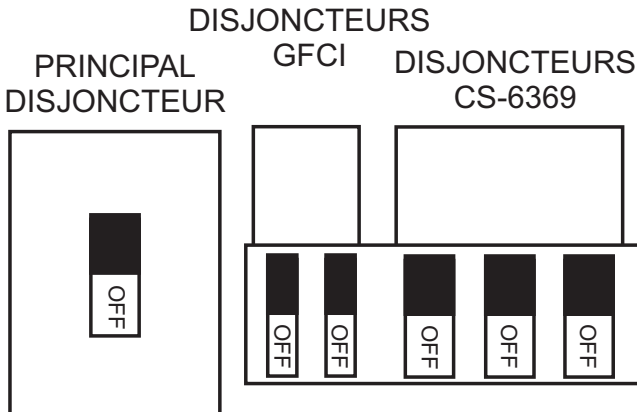

Figure 36. Disjoncteur GFCI, Principal ou Secondaire en Position OFF (DÉSACTIVÉ)
- Placez le disjoncteur **GFCI, principal ou secondaire** (Figure 36) en position **OFF (DÉSACTIVÉ)** avant de démarrer le moteur.